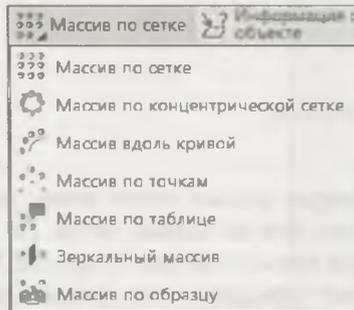

Рис. 21.25. Выпадающее меню команды Массив по сетке
- ◆ из Строки Главного меню: Моделирование ► выпадающее меню Массив по сетке (рис. 21.25).